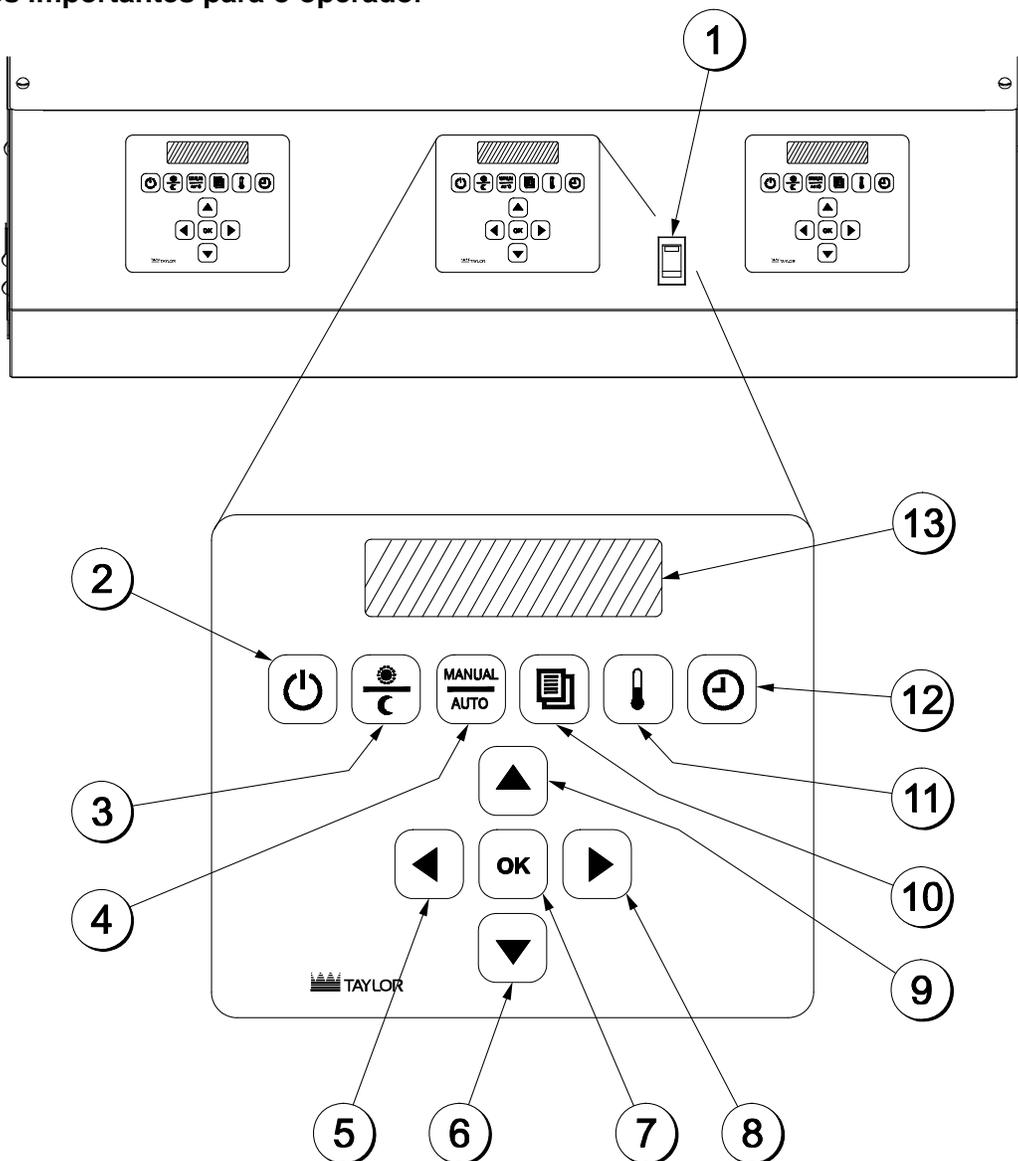

Figura 7
**Importante para identificação das peças do operador (Veja a Figura 7.)**